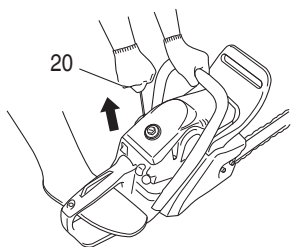

Fig. 15
5. Tire enérgicamente del arrancador de retroceso (20), tomando la precaución de mantener el asidero bien sujeto para evitar que salte de la mano. (Fig. 15)
7. Tire de nuevo el arrancador de retroceso (20) con fuerza de la misma manera antes mencionada. (Fig. 15)